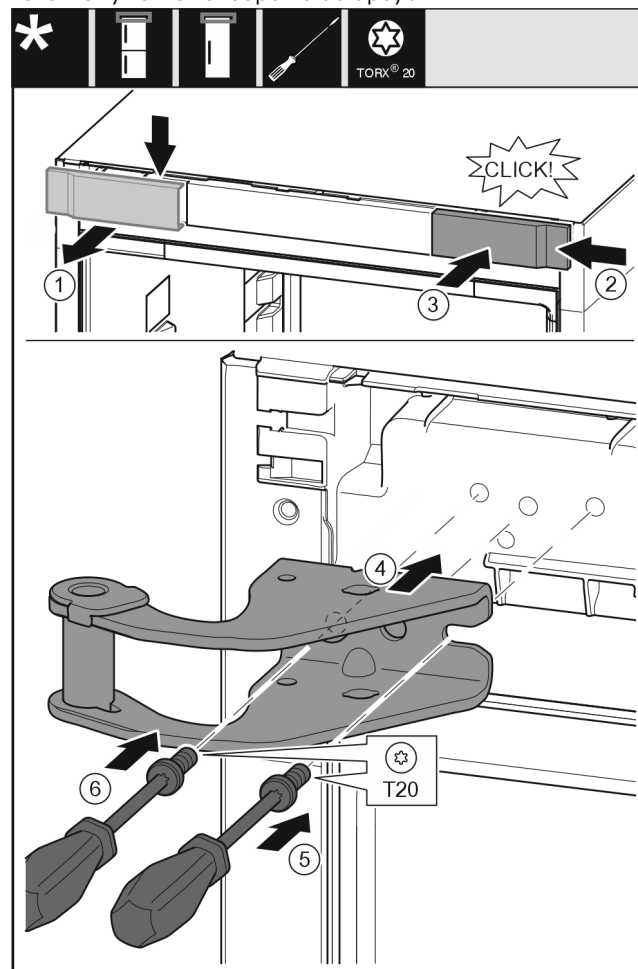

Fig. 15
- ▶ Retire la cubierta Fig. 15 (1) de arriba hacia delante.
- ▶ Gire la cubierta Fig. 15 (2) 180° y engánchela por el otro lado de la derecha.
- ▶ Encaje la cubierta Fig. 15 (3).
- ▶ Coloque el soporte del cojinete superior Fig. 15 (4).
- ▶ Coloque y apriete el tornillo Fig. 15 (5) con un destornillador.
- ▶ Coloque y apriete el tornillo Fig. 15 (6) con un destornillador.